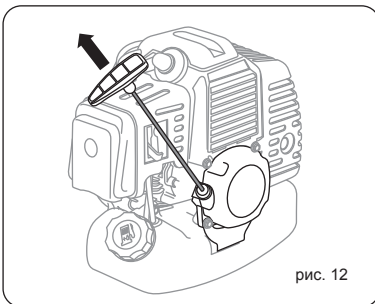

рис. 12
- Придерживая триммер, потяните за ручку стартера до его «зацепления». Резко потяните за рукоятку стартера. Повторяйте эти действия до запуска двигателя (Рис.12).